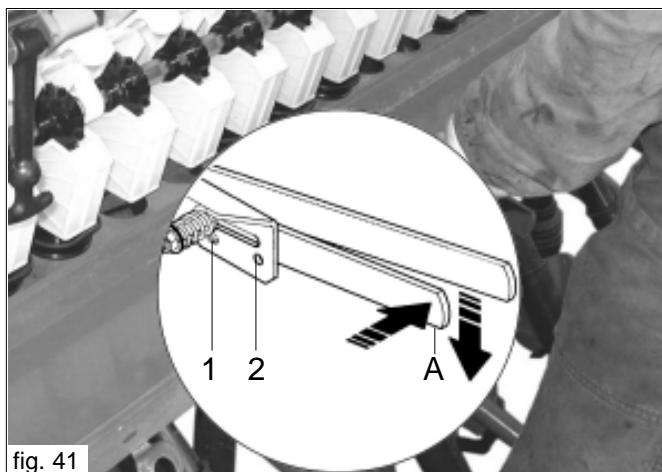

fig. 41
- Abbassare la bussoliera mediante la leva (A Fig. 41): con una leggera pressione laterale, spostare la posizione del piolino della leva da (1) a (2).